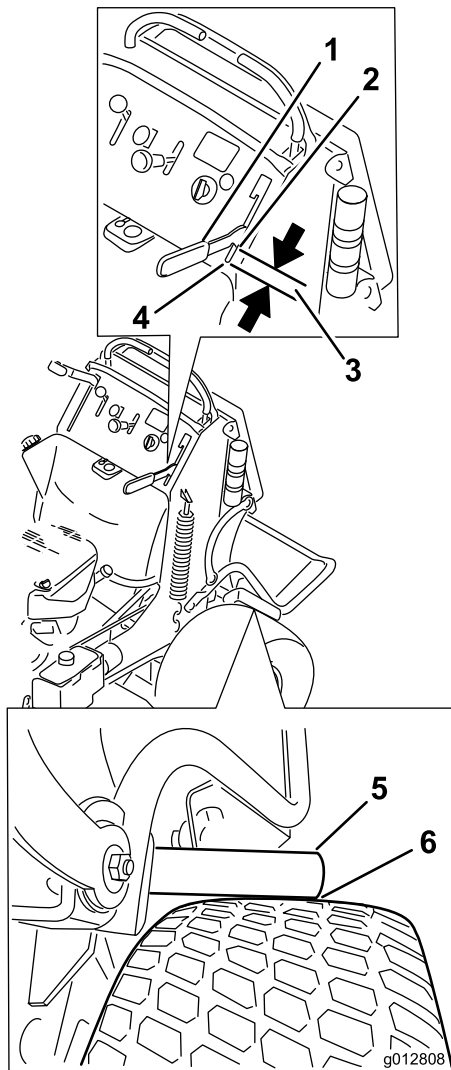

Figure 62
4. Engagez le levier de frein jusqu'à ce que les barres touchent juste le pneu (Figure 62).
5. Mesurez la distance entre l'avant du levier manuel et l'extrémité de la fente dans le panneau de commande lorsque la barre de frein rencontre le pneu. La distance doit être de 19 mm (3/4"). Réglez le frein au besoin (Figure 62).